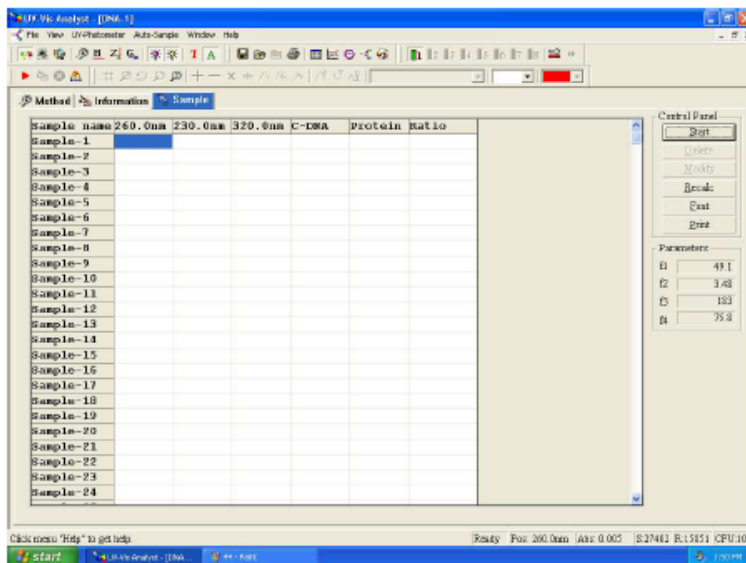

Fig. 4-45
4. Click en sample tab. Aparecerá la siguiente ventana (Fig 4-45). El control del menú tiene seis botones: start (comenzar), delete (borrar), modify (modificar), recalculate (recalcular), font (fuente) y print (imprimir).